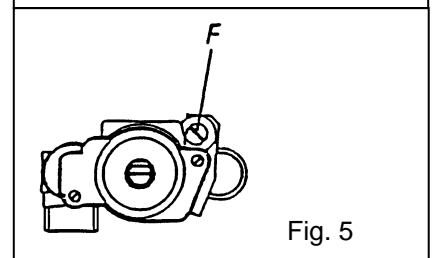

Fig. 5
5.3 Regolazione della portata ridotta (Fig. 5)